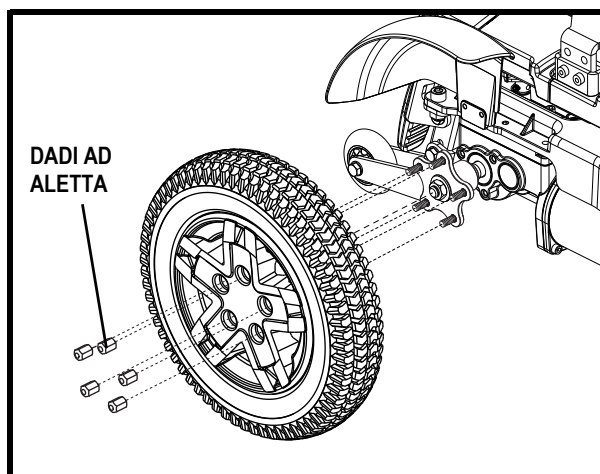

Figura 24. Ruota Motrice
4. Rimuovere i dadi ad aletta (cinque). **Vedere figura 24.**